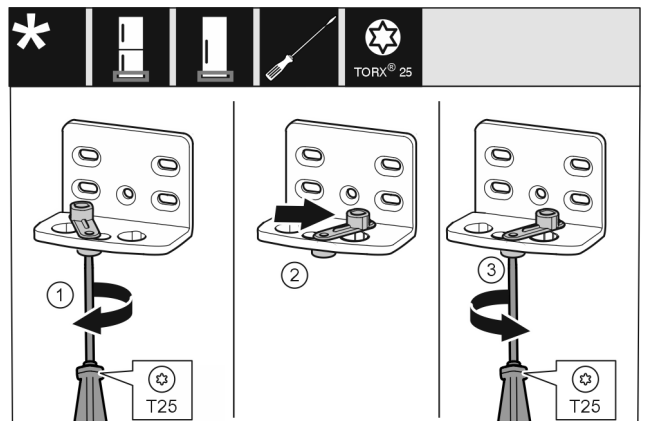

Fig. 13
- ▶ Schraube Fig. 13 (1) mit Schraubendreher lose schrauben.
- ▶ Türschließhilfe Fig. 13 (2) anheben und um 90° nach rechts in Bohrung drehen.
- ▶ Schraube Fig. 13 (3) mit Schraubendreher festschrauben.